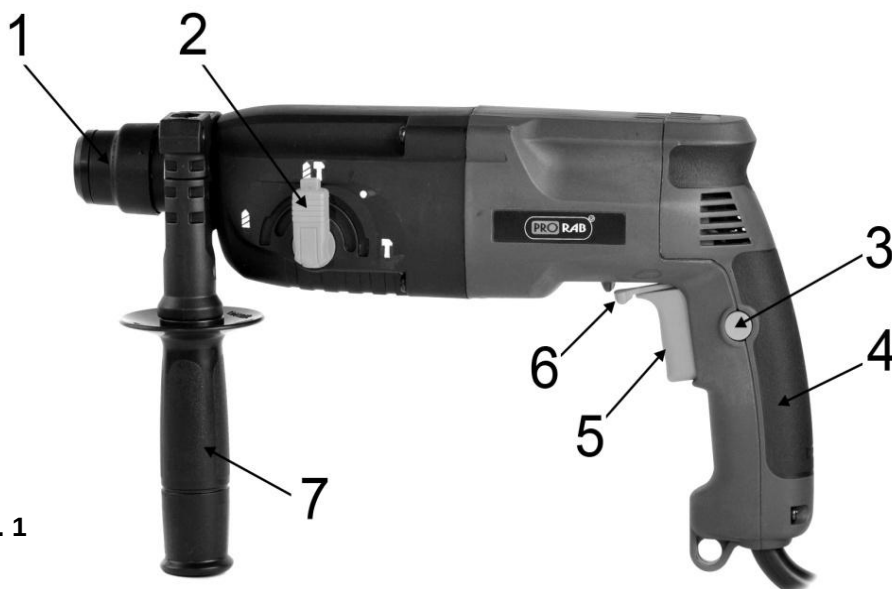

Рис. 1
- Настоятельно рекомендуется использовать дополнительную (боковую) рукоятку (7) (См. Рис.1) во время работы. Точный контроль над инструментом значительно повышает безопасность и удобство работы.
- Установите боковую рукоятку (7)(См. Рис.1) на ствол перфоратора.
- **Чтобы включить перфоратор**, нажмите на клавишу выключателя (5)(См. Рис.1).
- Кнопка фиксации пуска (3)(См. Рис.1) позволяет поддерживать максимальную скорость вращения без необходимости постоянного нажатия на клавишу пускового выключателя (5)(См. Рис.1).
- При нажатой пусковой клавише (5) нажмите кнопку фиксации (3)(См. Рис.1).
- Чтобы снять блокировку и выключить перфоратор, достаточно еще раз нажать на клавишу пускового выключателя (5)(См. Рис.1).
- Вы можете установить необходимое направление вращения патрона с помощью переключателя реверса (6)(См. Рис.1).
- Используя рукоятку переключателя режимов работы (2)(См. Рис.1) можно установить несколько режимов работы перфоратора: